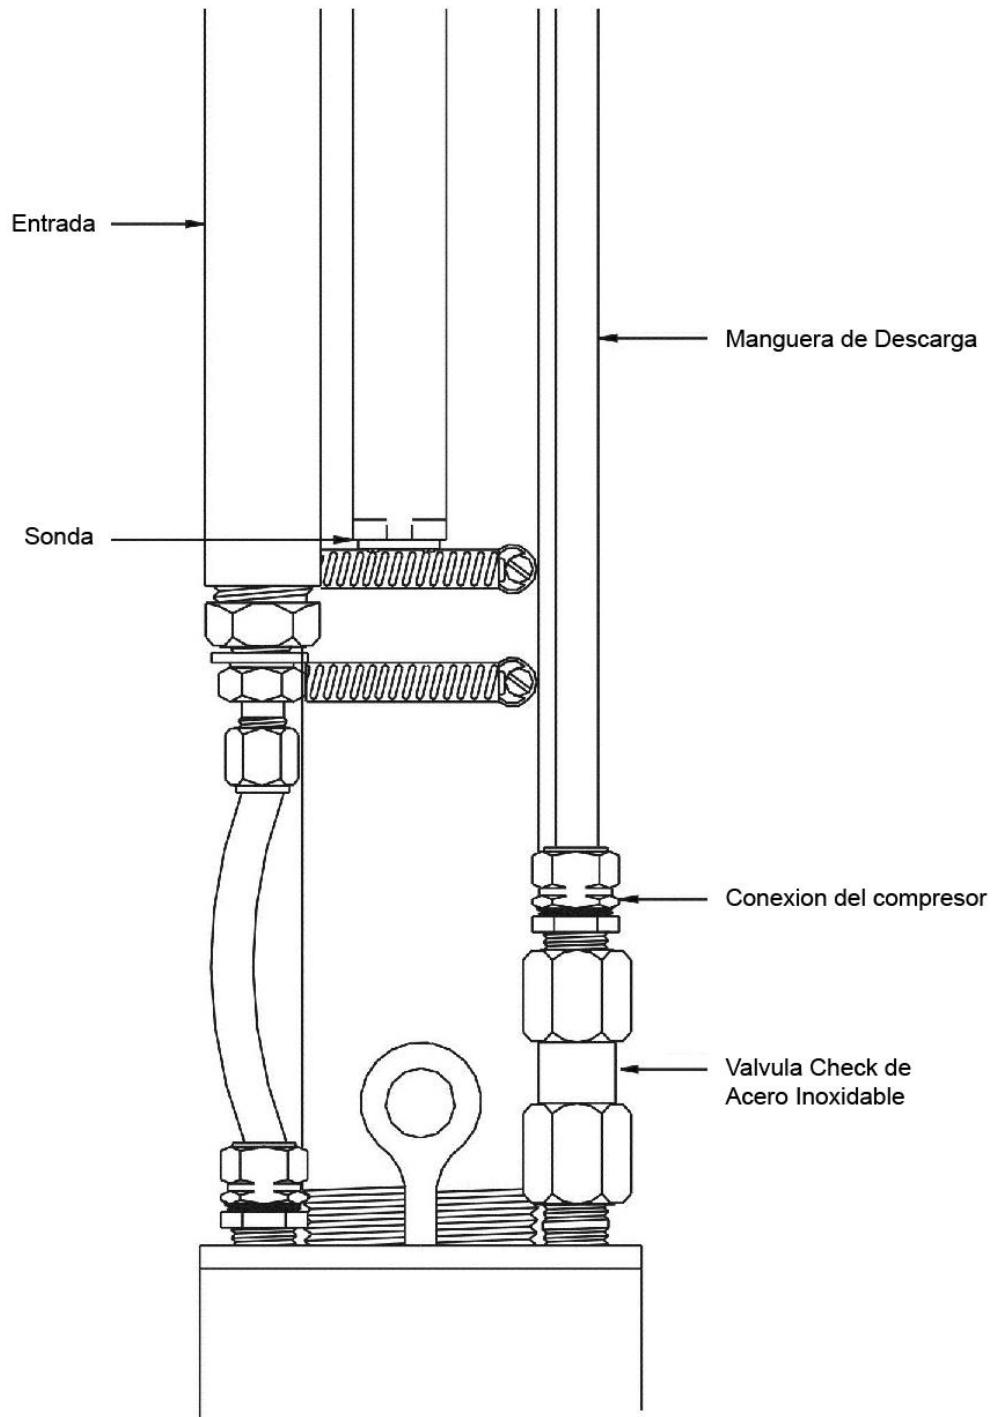

Figura 2-8 – Ubicación de la Manguera de Descarga
1. Sujete un extremo de la manguera de producto de nylon de 3/8" a la conexión de compresión en la válvula check (Ver Figura 2-8).Sujete el cable del cabrestante al cáncamo del sistema PSCAV y cuidadosamente baje la estructura al pozo. Cuando coloque la unidad en posición, asegúrese que la admisión de la bomba de agua (aplicaciones WTDP) no esté más cerca de 1' (30 cm) del fondo del pozo. Esto prevendrá que residuos entren en la admisión de la bomba que puede causar desgaste prematuro en los impulsores de la bomba.